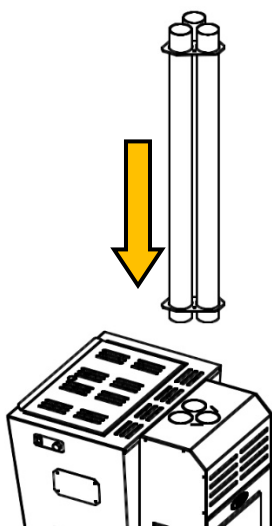

Fig. 2
- 1 Infilare i tubi in quelli sottostanti e spingerli a fondo fino a quando non sono ben fissati (Fig.2)